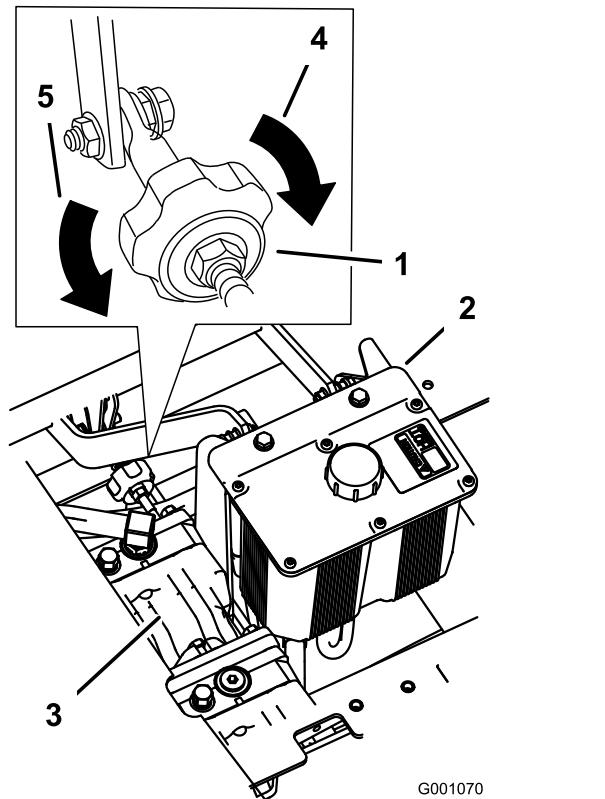

Figura 72
- Regolate la lunghezza dell'asta della pompa facendo girare nella direzione opportuna la manopola, finché la ruota si ferma o si sposta leggermente indietro (Figura 72).